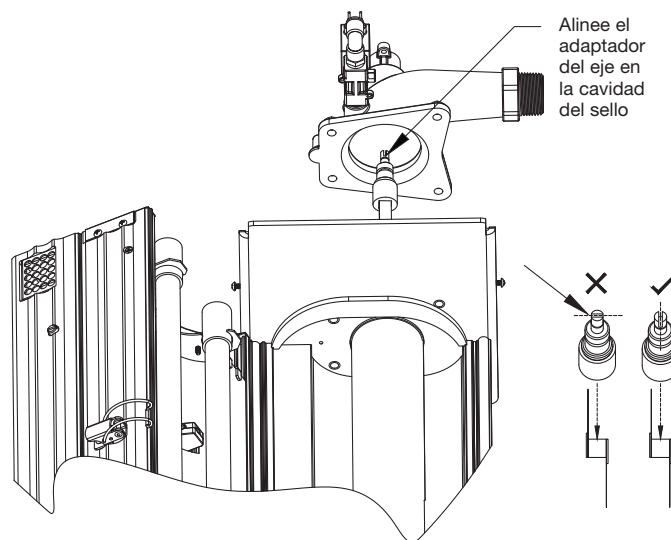

Figura 7-8
3. Una vez que el manguito de cuarzo esté limpio, vuelva a ensamblar la unidad (consulte la Figura 7.8). Reemplace los sellos que parezcan estar dañados.
2. Asegúrese de que el sello de la junta tórica de cuarzo esté colocado alrededor del manguito de cuarzo y luego reemplace el múltiple superior alineando el adaptador del eje en la cavidad del sello del múltiple superior (vea la Figura 7.8).